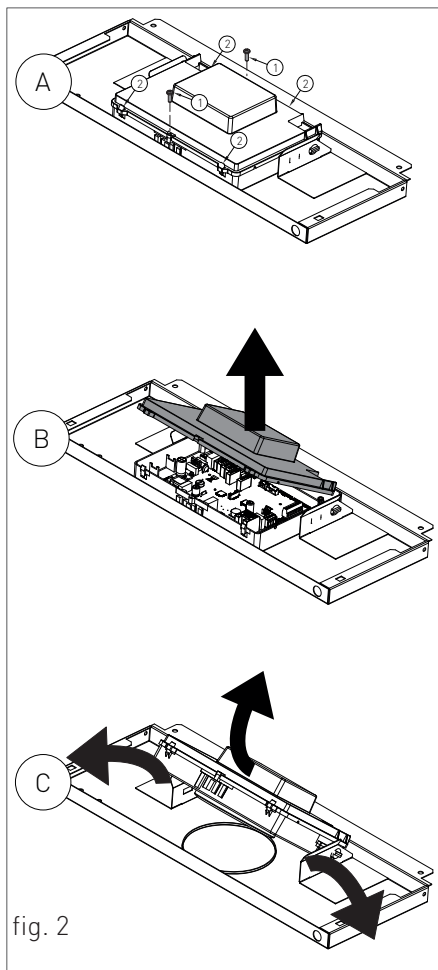

fig. 2
- > svitare le due viti di fissaggio '1' (vedi A - fig. 2);
- > disimpegnare i quattro ganci '2' (vedi A - fig. 2);
- > rimuovere il carter verso l'alto (vedi B - fig. 2).
- > Afferrare contemporaneamente le staffe di supporto del pannello comandi (vedi C - fig. 2) allargandole e sollevare il pannello, ruotandolo verso l'alto (vedi C - fig. 2).